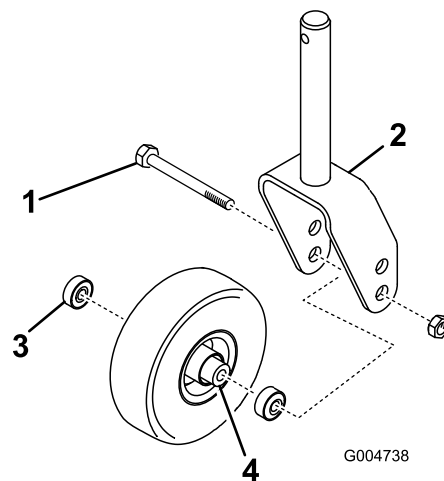
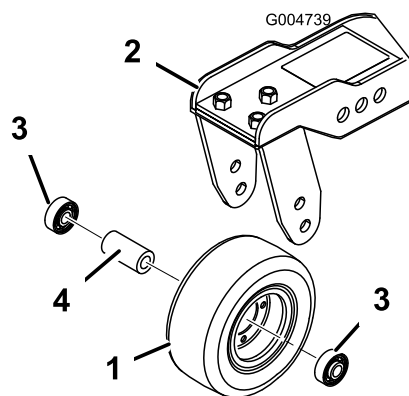

Figure 84
Figure 85
1. Retirez le contre-écrou du boulon vis de fixation de l'ensemble roue pivotante entre la fourche (Figure 84) ou le bras pivotant (Figure 85). Maintenez la roue pivotante et sortez le boulon de la fourche ou du bras pivotant.
2. Enlevez le roulement du moyeu de la roue et laissez tomber la douille d'écartement à l'extérieur (Figure 84 et Figure 85). Enlevez le roulement de l'autre côté du moyeu.